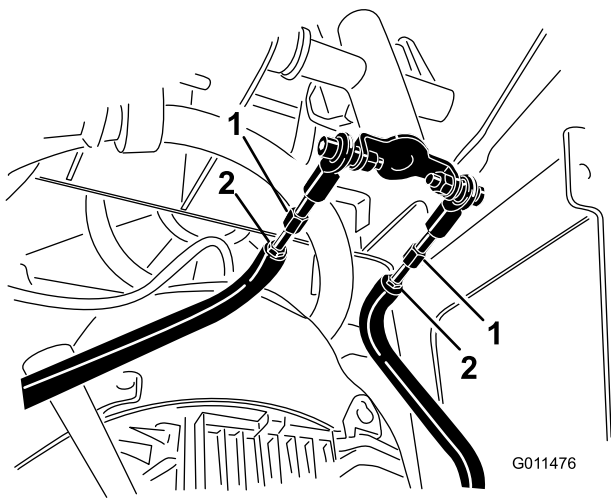

Figura 51
- D. Slăbiți piulițele de blocare de pe tije de traciune, sub panoul de comandă (Figura 51).